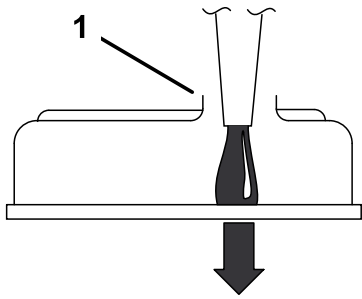

**Figura 39**
3. Compruebe el nivel de aceite del motor (Figura 39).